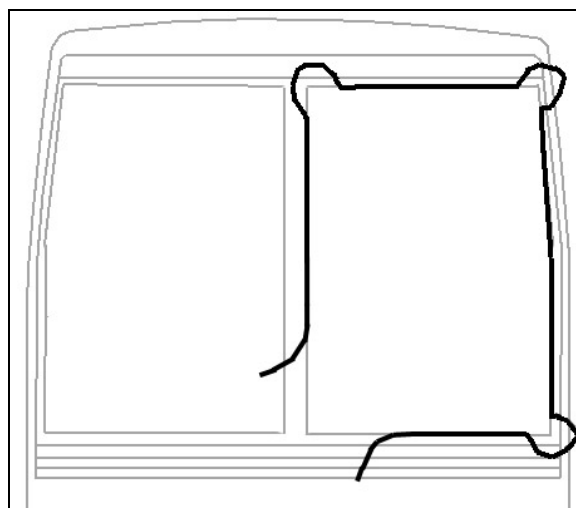

FIGURE 54 : INSTALLATION DU PARE-BRISSE À L'AIDE D'UNE CORDE
2. Insérer une corde dans la pièce extrudée en laissant assez de longueur à chaque extrémité pour faire une boucle. Vaporiser de l'eau savonneuse sur la corde et la pièce extrudée en caoutchouc (Figure 54).